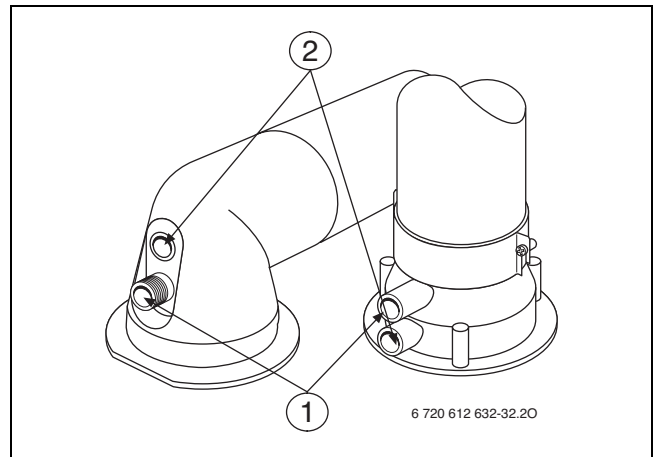

Рис. 54
- ▶ Видалити заглушку в штуцері для вимірювання параметрів повітря для спалювання (2) (→ рис. 54).
- ▶ Видалити заглушку у патрубку для вимірювання параметрів димових газів (1) (→ рис. 54).